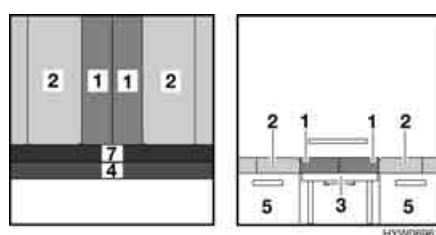

Fig. 102 Dopo la trasformazione
- Posizionare i due cuscini dello schienale (Fig. 102,1) al centro.
- Appoggiare i cuscini aggiuntivi (Fig. 102,4 e 7) sulla prolunga del cassone letto.